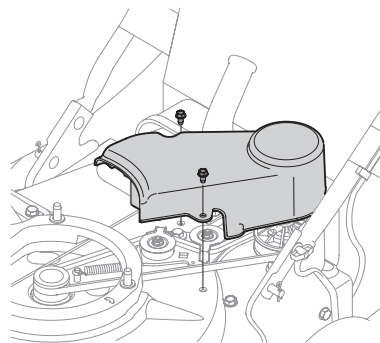

Figura 16
4. Si está equipado con un control de conducción, retire los tres tornillos autosellantes que aseguran la tapa de la correa (si está equipado) y extraiga la misma. Vea la Figura 16.